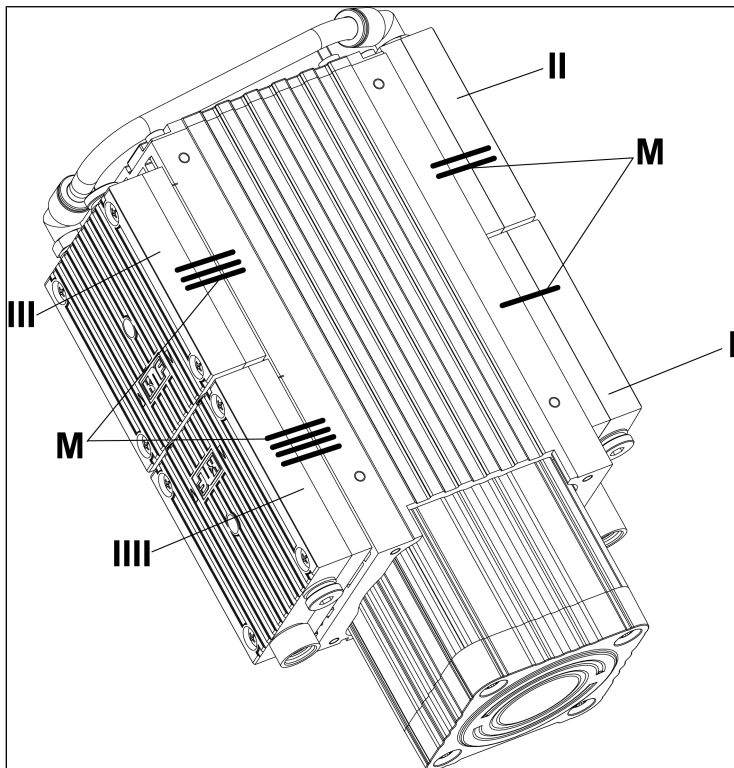

Afb.5: Demontage van pneumatische schakelleiding
1. Maak de schakelleidingslang (2/Afb. 5) los door de klemring naar beneden te drukken en neergedrukt te houden (1/Afb. 5).
2. Draai de schakelleidingslang (2/Afb. 5) voorzichtig uit de schroefverbinding.
1. Steek de pneumatische koppelingsslang (2/Afb. 5) tot aan de aanslag in de schroefverbinding.